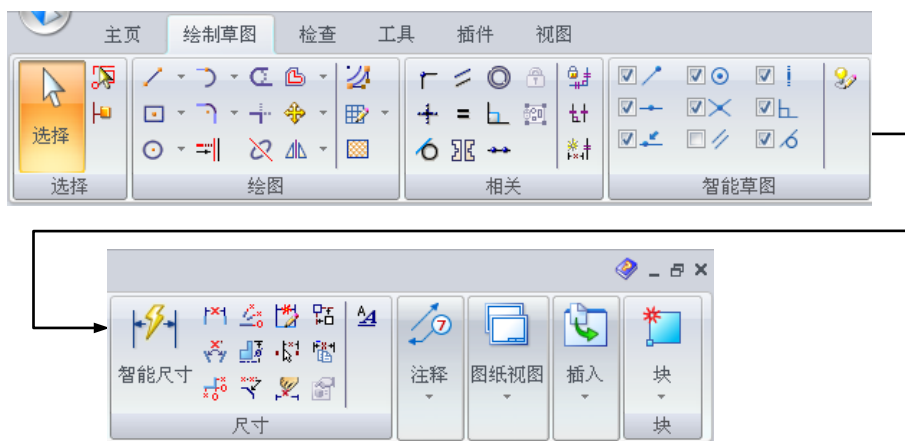

图 2.2.3 “绘制草图”选项卡
- 图 2.2.3 所示的“绘制草图”选项卡包含 Solid Edge 中的草图绘制工具，包括绘图工具、约束工具、智能草图工具、尺寸工具、注释工具、插入对象工具以及块工具等。